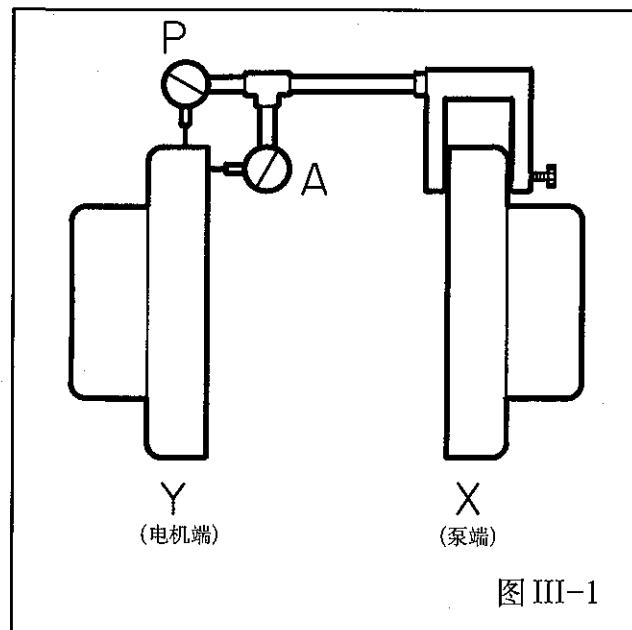

图 III-1
1. 将两个百分表座安装到泵侧联轴器一边(X), 并接触电机侧联轴器一边(Y)(图III-1)。
1. 将在联轴器一边 Y 顶部位置的百分表 P 调零位 (图 III-1)。